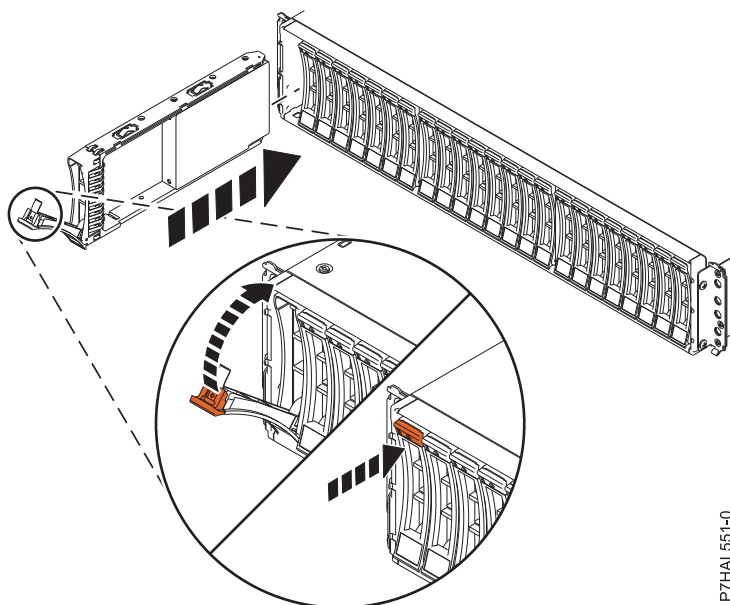

Figura 19. Instalar ou substituir a unidade de disco no suporte de unidades de disco
3. Com a pega na posição desbloqueada, conforme demonstrado em Figura 19 na página 20, apoie a parte inferior da unidade enquanto alinha a mesma com as calhas de suporte.
7. Bloqueie a unidade ao rodar a pega do compartimento **(A)** na direcção demonstrada em Figura 19 na página 20.